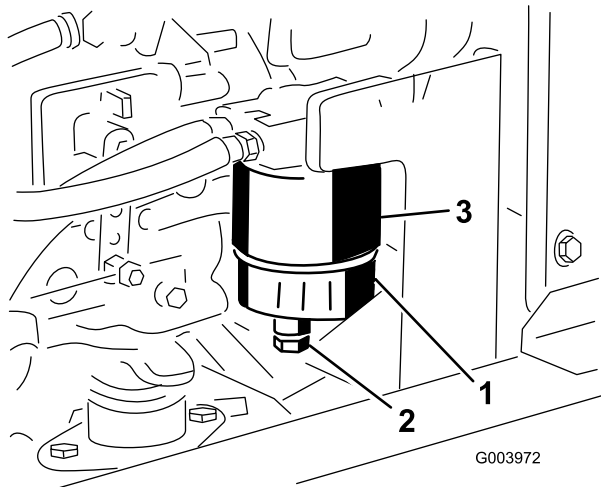

Figure 63
Vidangez chaque jour l'eau ou autres impuretés qui se trouvent dans le filtre à carburant/séparateur d'eau (Figure 63).
2. Dévissez le bouchon de vidange en bas de la cartouche du filtre pour permettre au liquide de s'écouler (Figure 63).
Changez la cartouche du filtre (Figure 63) toutes les 400 heures de fonctionnement.
1. Nettoyez la surface autour des supports de la cartouche du filtre (Figure 63).